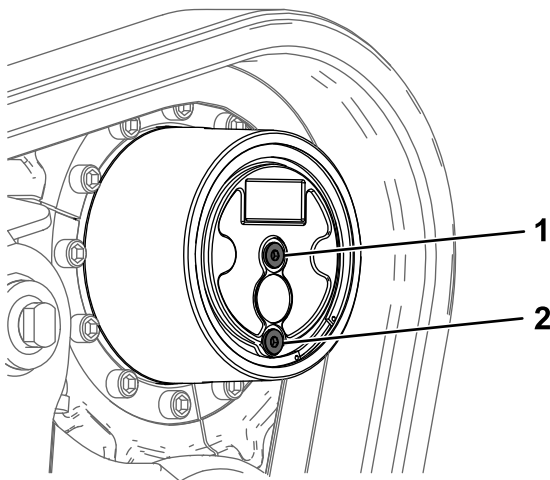

Figura 62
2. Aparque la máquina en una superficie nivelada hasta que el tapón de vaciado esté en la posición de las 6 (Figura 62), ponga el freno de estacionamiento y baje los brazos de carga.
5. Retire el tapón de verificación y el tapón de vaciado y deje que se vacíe el lubricante de engranajes (Figura 62).
6. Instale el tapón de vaciado (Figura 62).